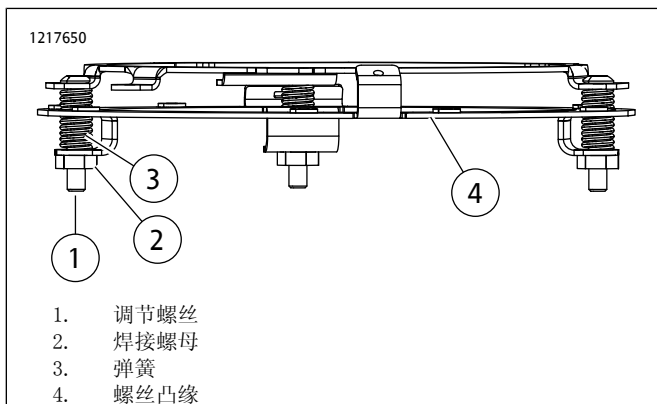

图1. 使用安装环安装(典型)
2. 参见图1。对于使用安装环的所有安装，设置前灯后面的初始间隙：转动三个调节螺丝(1)，直至约3/8英寸的弹簧(3)在组件螺丝凸缘(4)上方露出。安装和对准前灯之前和之后，确保整个焊接螺母(2)的螺纹与调节螺丝(1)结合。